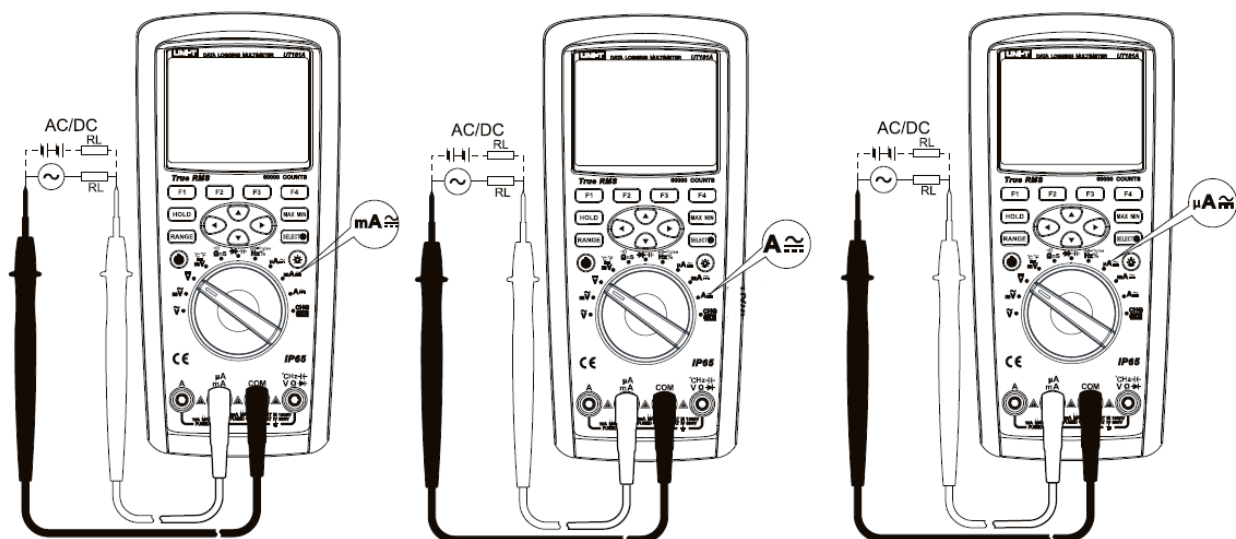

Рисунок 8
5. Измерение переменного и постоянного тока (рисунок 8)